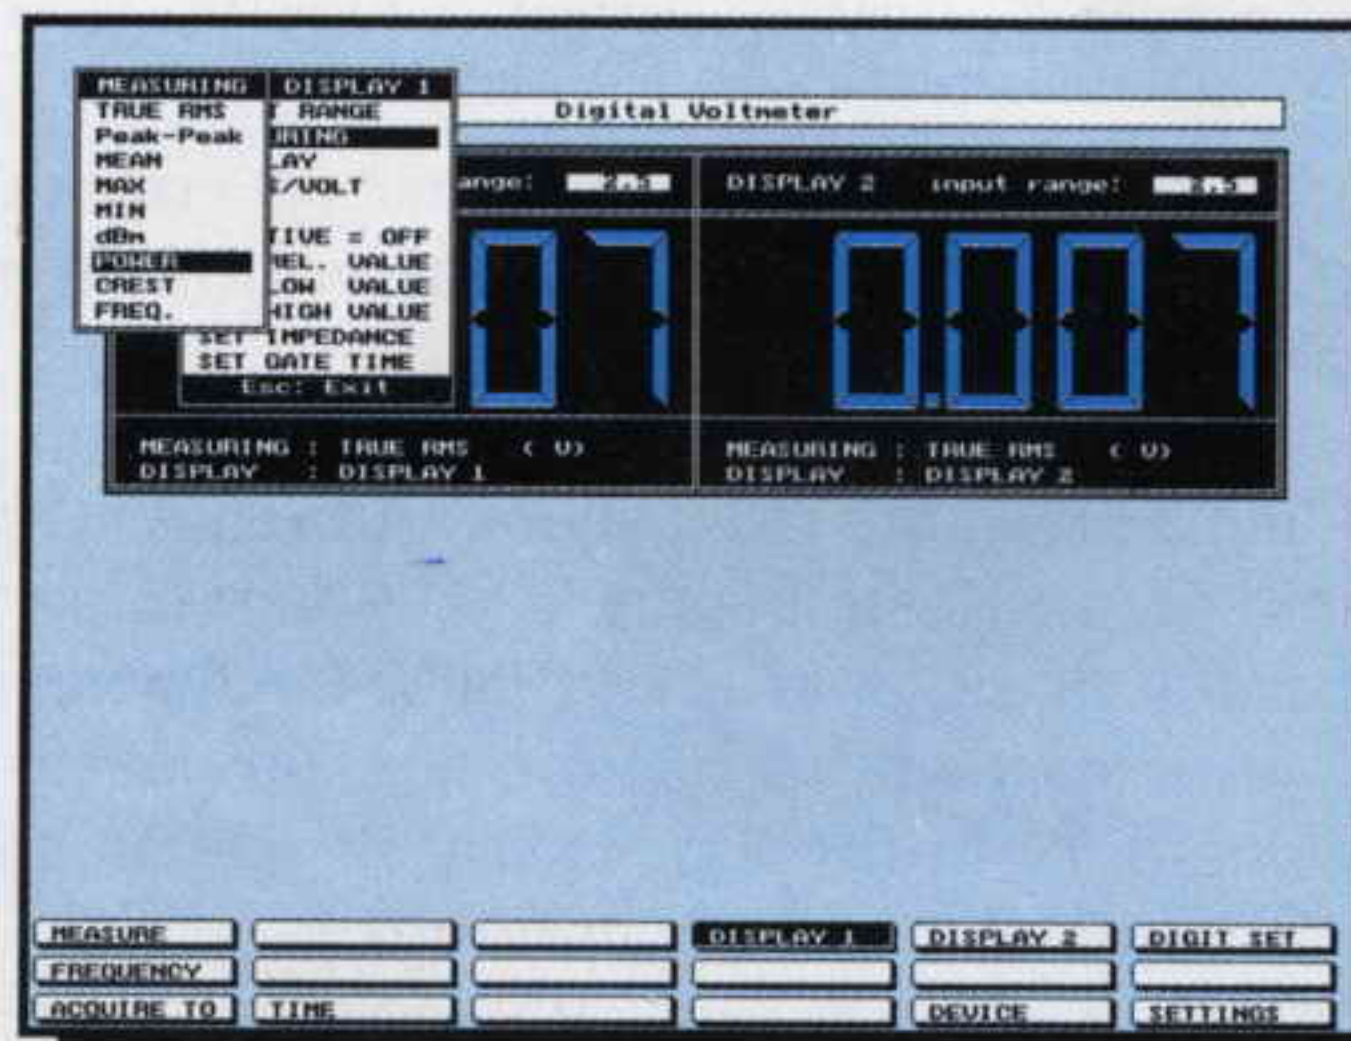

Fig.22 Se volete leggere a quanti watt corrisponde una tensione applicata ad un carico, dovete andare sulla riga Power poi pigiare il tasto Enter.
– Nella finestra che appare (vedi fig.22) andiamo nella riga con la scritta **POWER** e pigiamo Enter.